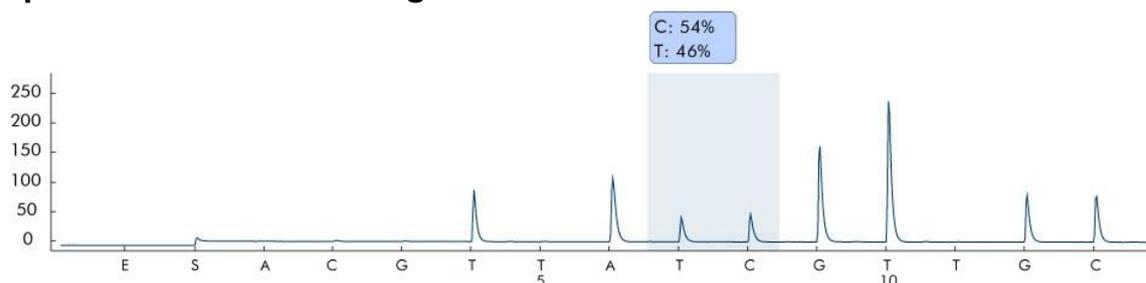

Figura 7. Pirogramma del processo 2.
49. Aprire il processo nel software PyroMark Q24 MDx e analizzare tutti i pozzetti. Il pattern di picco per il Processo 2 deve apparire come quello illustrato nella Figura 7.